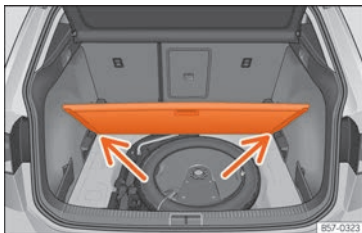

Fig. 172 Suelo variable del maletero: posición inclinada.
- Apoye el piso sobre los alojamientos previstos para tal uso »» fig. 172 (flechas).